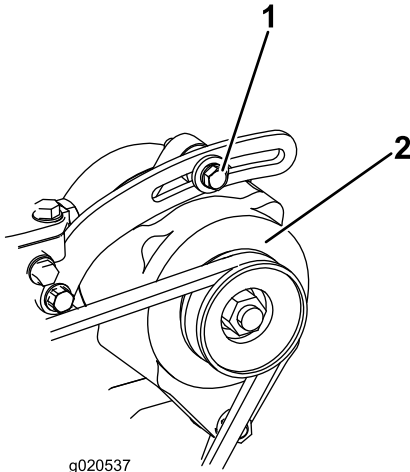

Bild 87
2. Lockern Sie bei einer Durchbiegung von mehr oder weniger als 10 mm die Befestigungsschrauben der Lichtmaschine (Bild 87). Erhöhen oder reduzieren Sie die Spannung des Lichtmaschinen-Treibriemens und ziehen Sie die Schrauben wieder fest. Prüfen Sie die Riemenspannung noch einmal auf korrekte Einstellung.